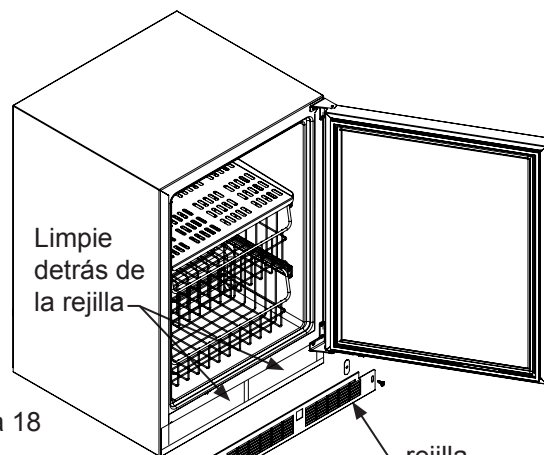

Figura 18
8. Quite la rejilla frontal de protección (vea las Figura 18) y limpie la suciedad y desperdicios de detrás de la unidad mediante un cepillo y una aspiradora.